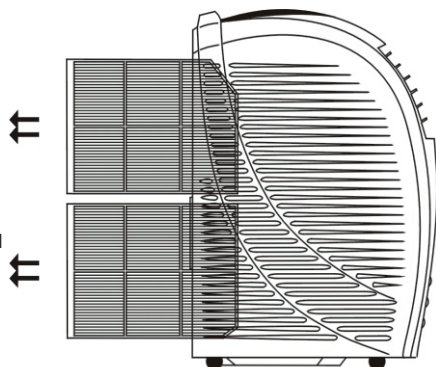

Рис.13
- 1) Вытащите фильтр как показано на Рис.13.